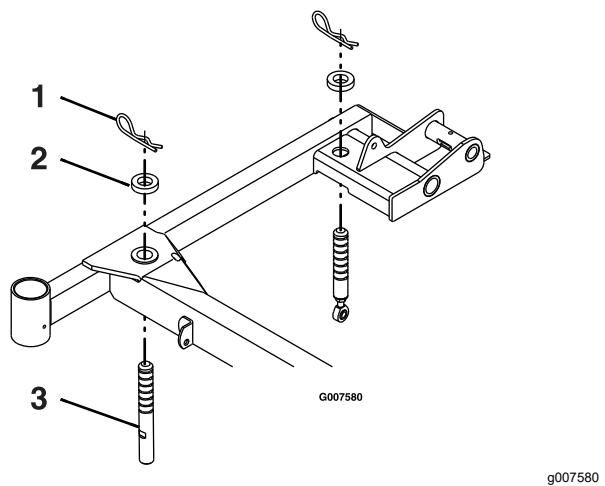

Figure 69
4. Vérifiez que toutes les goupilles fendues sont insérées dans les trous de hauteur de coupe de 7,62 cm (3 po) et que des entretoises sont placées dessous (Figure 69).
5. Raccourcissez/allongez chaque goupille de support de tablier pour obtenir une hauteur à la pointe de la lame de 7,62 cm (3 po) à l'avant du tablier et de 8,26 cm (3,25 po) à l'arrière du tablier (Figure 69).